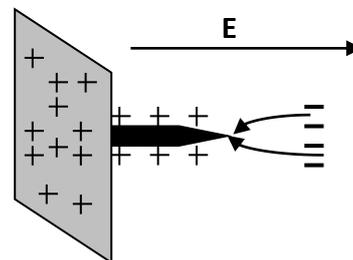

Figure 13 : Neutralisation des particules
- b) Charger des particules : des flèches placées sur les ailes de l'avion neutralisent la charge se trouvant sur la surface de l'avion acquise par frottement avec l'air (figure. 13).